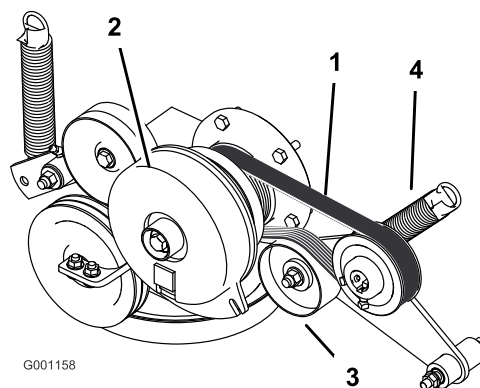

Figura 55
3. Togliete la molla di tensione dal braccio di rinvio (Figura 55).
4. Montate la nuova cinghia attorno alle pulegge del motore e della pompa idraulica (Figura 55).
6. Montate la molla sul braccio di rinvio (Figura 55).